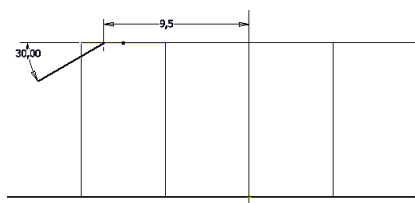

Рис. 3.22. Задание угла
8. Постройте наклонный отрезок под углом 30 градусов (рис. 3.22). И нажмите кнопку «Принять эскиз» .